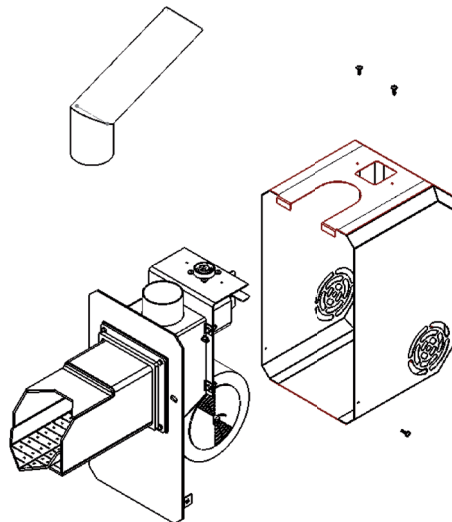

Abb. 4. Demontage der Brennerverkleidung.
1. Befestigungsschrauben der Verkleidung(1),wie auch die seitlichen Schrauben (3) lockern und anschließend die Verkleidung abnehmen (2). (Abb.4).
3. Adapter an Stelle der unteren Tür montieren (4).(Abb 5).
4. Den Brenner einführen (5) auf die Adapterschrauben (6) und mit den Schrauben befestigen.
5. Die Brennerverkleidung aufsetzen (2) und mit den Schrauben (1) und seitliche Schrauben festziehen (3).